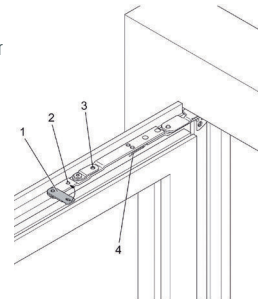

Bild 2
### Flügel oben einhängen (Bild 2)
1. Einhängesicherung (1) um 90° ausschwenken. Schere 90° öffnen und auf den Anzugsbolzen (4) der Oberschiene setzen.
2. Scherenbolzen (3) gleichzeitig in die Öffnung der Gegenstütze eindrücken.
4. Einhängesicherung (1) per Hand einschwenken, so dass die Sicherungsfeder (2) einrastet.
5. Beschlag in Stellung „Dreh“ stellen. Danach prüfen, ob die Schere (Bild 2) mit der Oberschiene und das Flügellager mit dem Ecklager sicher verbunden ist.
### Flügel oben einhängen (Bild2) [nur bei Bedarf]